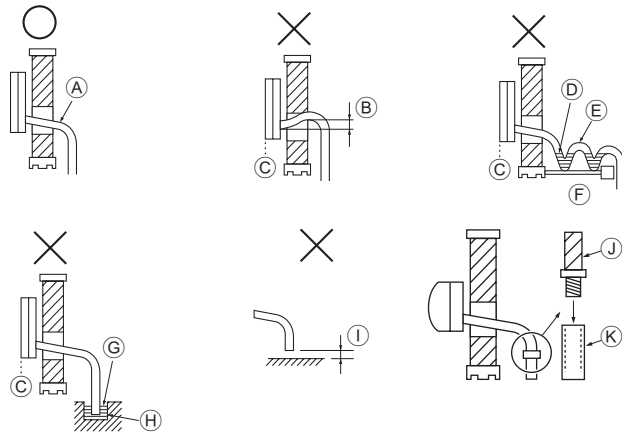

Fig. 5-1
- (A) Conduit de gaz
- (B) Conduit de liquide
- (C) Câble de connexion intérieur/extérieur
- (D) Bande de feutre ③
5.1. Mise en place du tuyau d'écoulement (Fig. 5-1)